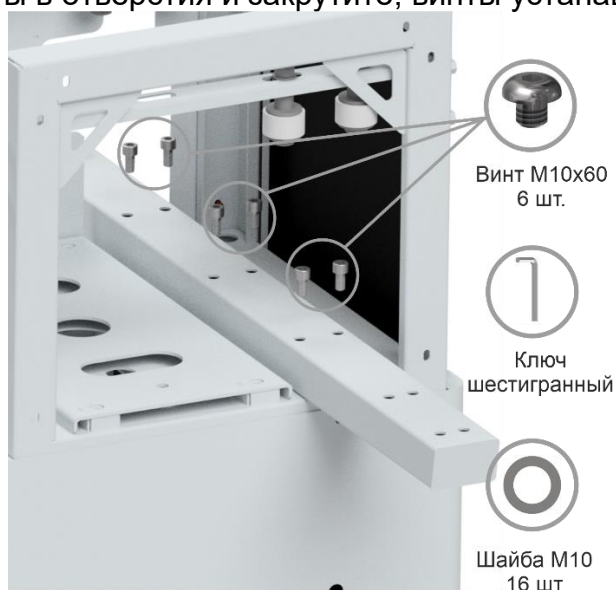

Рисунок 2-5 Установка опорного профиля.
- Положите опорный профиль на площадку привода, смотреть Рисунок 2-5, и совместите отверстия профиля с отверстиями на площадке.